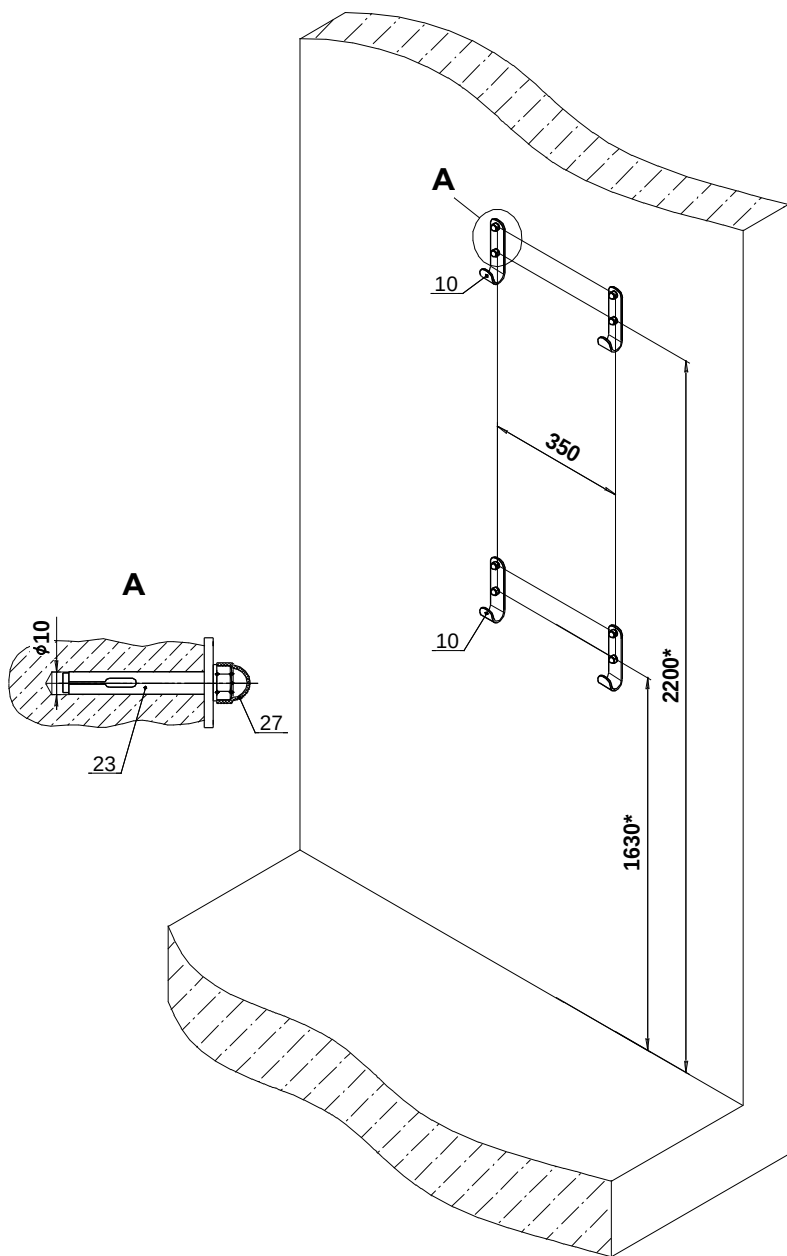

Рис. 2
10.4.2 Разметить и просверлить 8 отверстий Ø10мм глубиной на 5 мм больше длины анкерного болта поз.23.(Рис. 2).
10.4.3 В просверленные отверстия при помощи Анкерных болтов поз. 23 закрепить кронштейны (поз.10). Установить на анкерных болтах декоративные колпачки (поз.27). (Рис. 2).